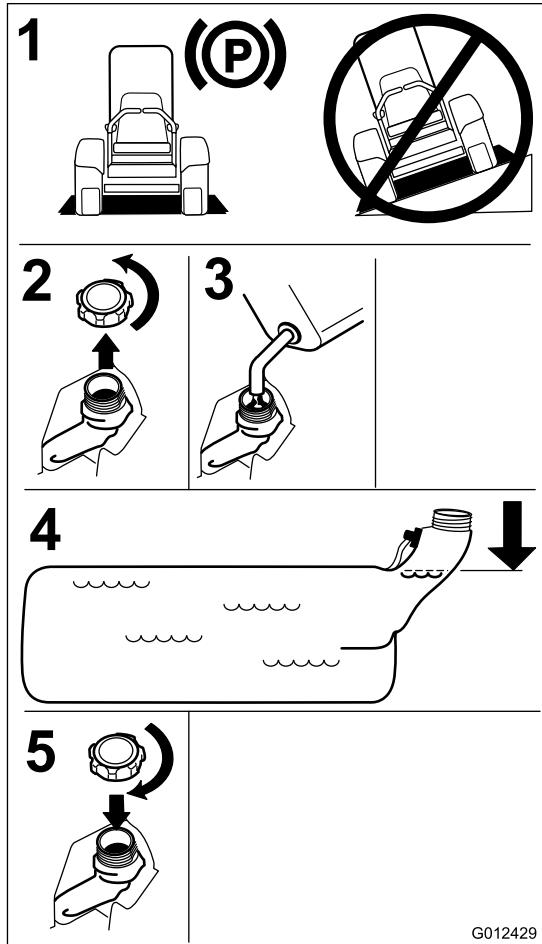

Figure 7
4. Remplissez le réservoir de carburant jusqu'au bas du goulot de remplissage. L'espace au-dessus doit rester vide pour permettre à l'essence de se dilater (Figure 7).